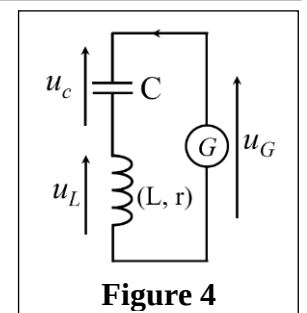

Figure 4
2.6. Pour entretenir les oscillations électriques dans le circuit, on monte en série avec le condensateur et la bobine précédemment utilisés, un générateur (G) qui délivre une tension $u_G(t)$ proportionnelle à l'intensité du courant électrique $u_G(t) = k.i(t)$ avec k une constante (Figure 4).